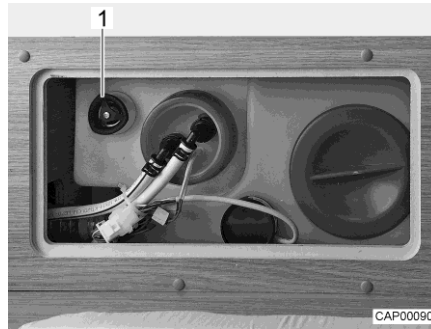

Fig. 89 Depósito de agua con tirador giratorio
- Girar el tirador giratorio (Fig. 89,1) del depósito de agua en sentido contrario a las agujas del reloj sobrepasando la resistencia, para abrir el orificio de salida completamente.